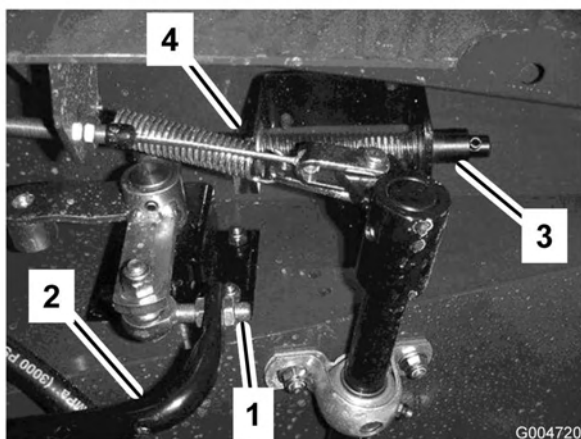

Bild 68
- Lockern Sie die Klemmmuttern am Stangenende und stellen die Länge der Fahrpedalstange (Bild 68) so ein, dass das Pedal den Anschlag kurz vor dem Zeitpunkt erreicht, zu dem der Pumpenhebel seinen vollen Ausschlag erreicht. Ziehen Sie dann die Klemmmuttern fest.